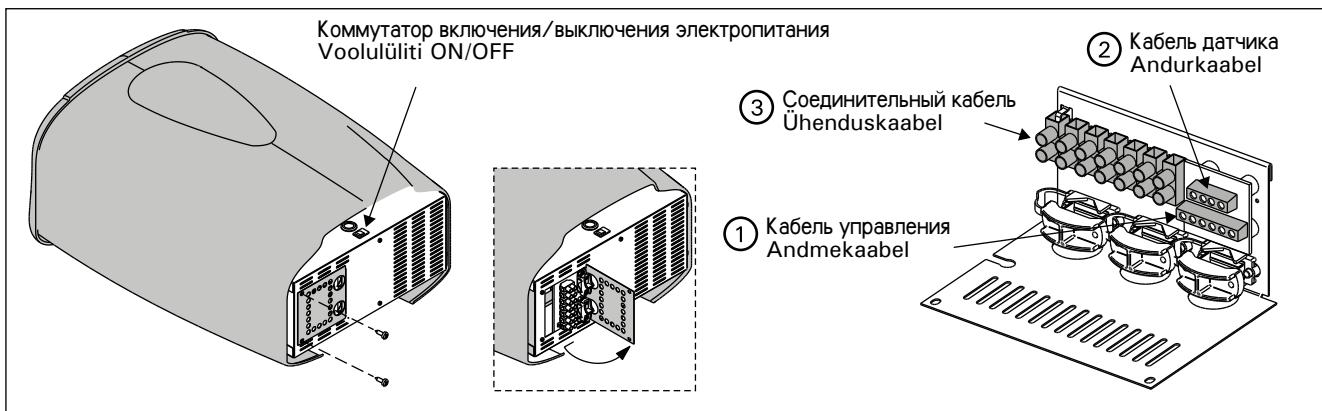

Рисунок 7. Подключение соединительного кабеля
Проще всего подключать кабель к каменке, пока она не установлена. См. рис. 7. Провода кабеля панели управления следует подключить к разъему кабеля панели управления с соблюдением цветовой маркировки.
- Свободный конец кабель управления подключается к разъему панели управления (рис. 7: 1). **При подключении проводов кабеля очень важно соблюдать цветовую маркировку, как описано в разделе 3.1.1.**